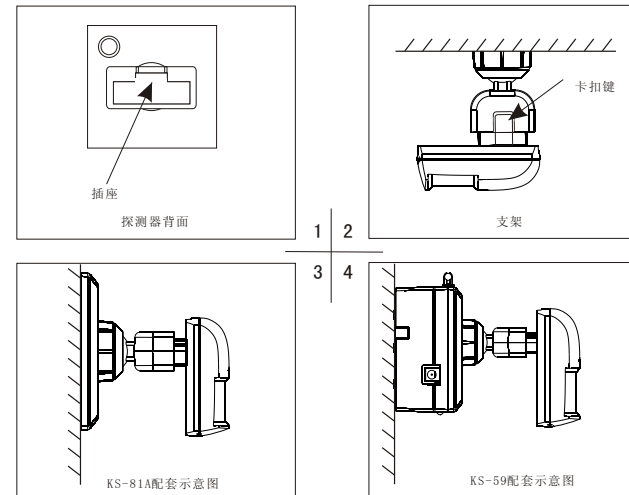

图6
2.3、探测器与KS-59/KS-81A安装、拆卸方法(如图6):